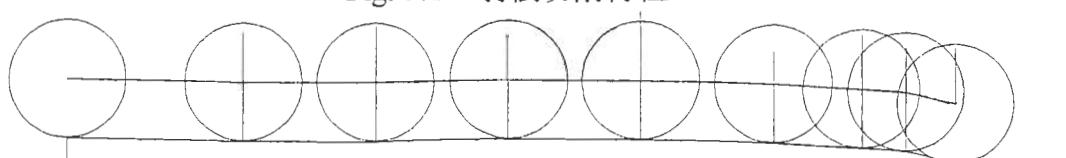

Fig. 3.2 N C フライス盤での羽根切削
2. Fig. 3.2 のように N C フライス盤で切削する。
- ・ Fig. 3.2 では先端まで切削しているが、そうすると曲げるときに不都合なので厚めに切削しておく。